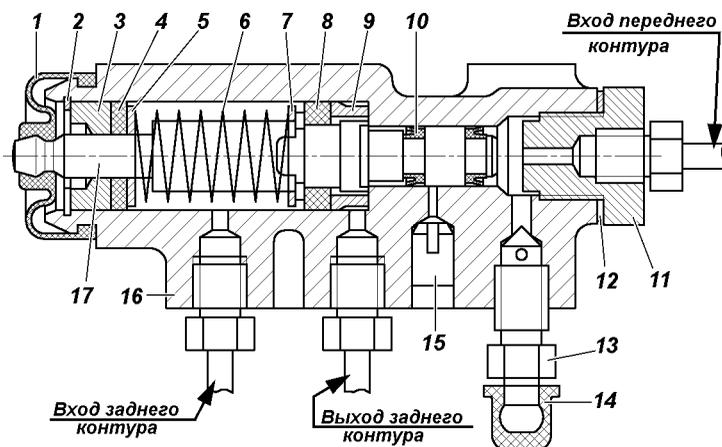

Рис. 9.33. Регулятор давления:
**Регулятор давления.** На автомобилях, не оснащенных антиблокировочной системой тормозов, устанавливается регулятор давления (рис. 9.33), который обеспечивает оптимальное распределение тормозных сил по осям автомобиля и не допускает блокировку задних колес раньше передних. При обслуживании проверяйте работоспособность регулятора давления. Очищайте регулятор от грязи и проверяйте надежность
3. Заверните болт 3 до соприкосновения его с хвостовиком поршня 17 (см. рис. 9.33) регулятора.